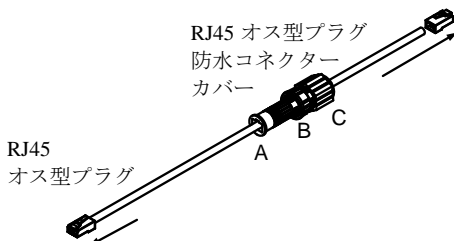

図 3
1. イーサネットケーブルにオス型プラグ防水コネクターカバー (A、B、C) を装着します。図 3 参照。
3. DATA IN に接続した RJ45 オス型プラグにプラグ (A) を装着します。図 3 参照。
4. プラグとネジにハウジング (B) を装着します (手の力のみで締めてください)。図 3 参照。
6. コネクターとネジにカバー (C) を装着します (手の力のみで締めてください)。図 3 参照。